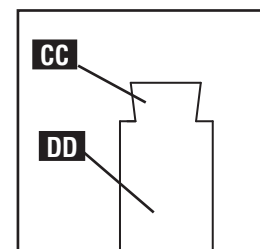

Fig. H22
CENTRAGE DU TENON : il est possible que le tenon (CC) (vue latérale à la fig. H22) ait besoin d'être centré sur sa planche (DD), comme illustré. C'est une pure question d'esthétique qui n'influence pas de façon importante la solidité de l'assemblage.
Il faudra régler les butées du gabarit C2 pour centrer le tenon (CC) sur la planche (DD) (comme indiqué à la fig. H22). Pour ce faire, procéder comme suit :